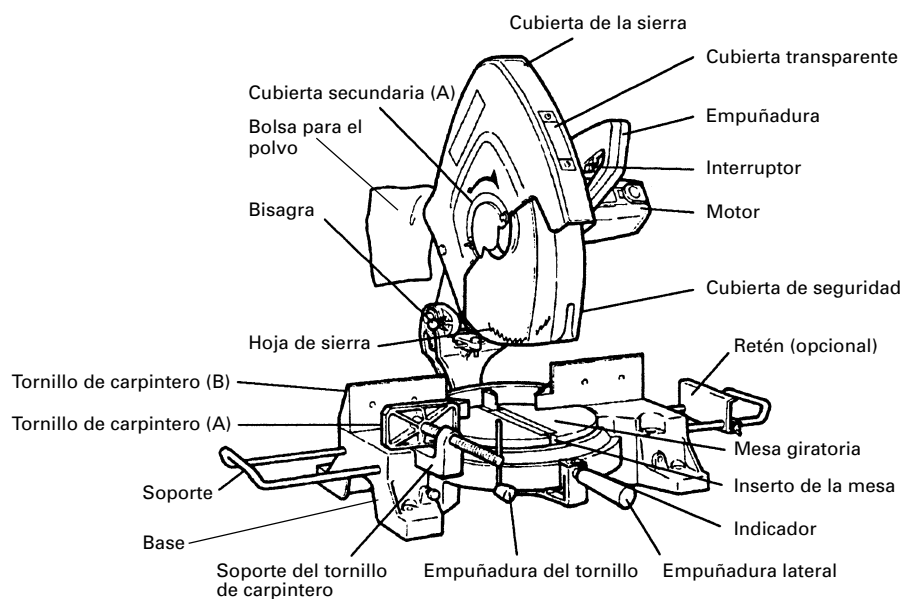
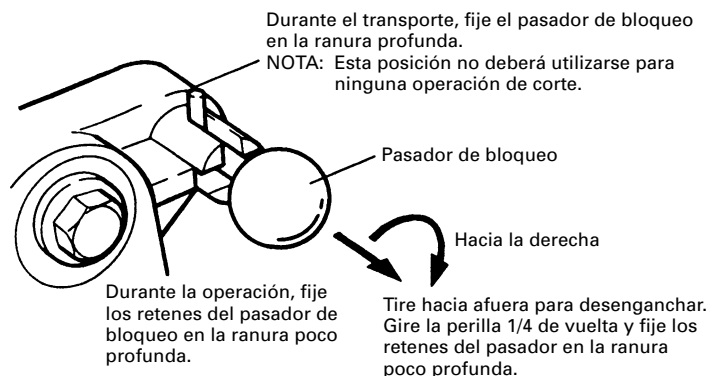

Fig. 1
Fig. 5-b
Cuando la herramienta eléctrica esté preparada para transportarse, sus partes principales estarán aseguradas mediante el pasador de bloqueo. Mueva ligeramente la empuñadura (consulte la Fig. 1) de forma que el pasador de bloqueo pueda desenganchar y ajustarse como se indica en la Fig. 5-b.
NOTA: Si baja ligeramente la empuñadura (consulte la Fig. 1), podrá desenganchar el pasador de bloqueo de forma más fácil y segura.
3. Instalación de la bolsa para el polvo, el soporte, el retén, y los tornillos de carpintero (La bolsa para el polvo, el soporte, el conjunto de tornillo de carpintero, y el retén son accesorios estándar.) Fije la bolsa para el polvo, el soporte, el retén y el conjunto de tornillo de carpintero, como se indica en la Fig. 1.